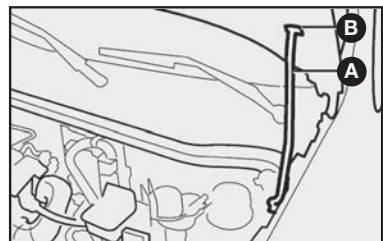

fig. 74
- 3) levantar o capô segurando-o pela parte central e, simultaneamente, soltar a vareta de suporte **A**-fig. 74 do seu dispositivo de travamento;
- 4) introduzir a extremidade da vareta na abertura **B**-fig. 74 do capô do motor.